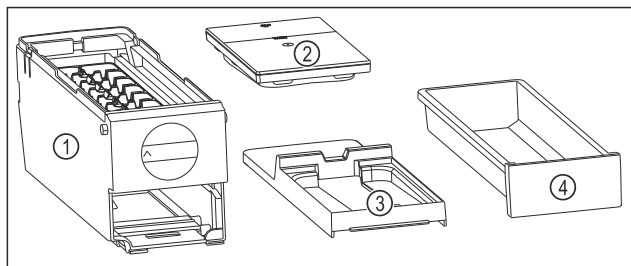

Fig. 190 Bestandteile des EasyTwist-Ice
- ▶ EasyTwist-Ice ist in vier Teile zerlegt. (siehe Fig. 190)
- EasyTwist-Ice nur in abgebildete Bestandteile zerlegen. (siehe Fig. 190)
- EasyTwist-Ice-Korpus Fig. 190 (1) als Ganzes reinigen.